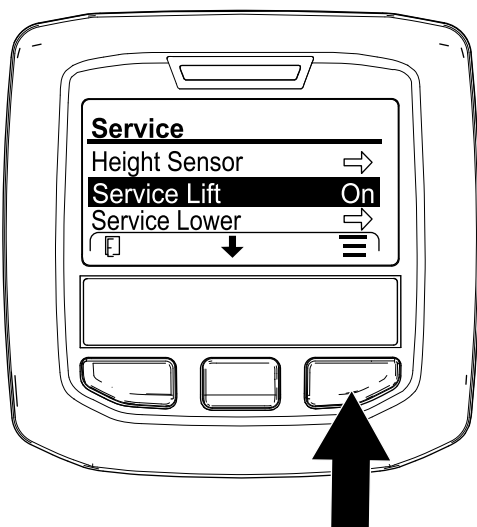

Figura 131
4. Premete il tasto centrale dell'InfoCenter fino a quando non viene selezionata l'opzione SOLLEVAMENTO MANUTENZIONE (Figura 131), quindi premete il tasto destro.